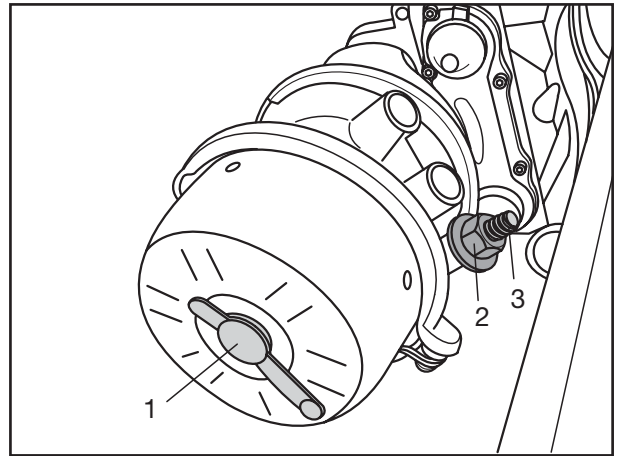

Fig. 4
- [10] Verschluss (Fig. 4/1) der Bohrung öffnen.
- [11] Mutter (Fig. 4/2) von der Spindel (Fig. 4/3) Spindel schrauben und mit der Scheibe abnehmen.
- [10] Remove the bung (Fig. 4/1) from the end cover.
- [11] Unscrew the nut (Fig. 4/2) from the spindle (Fig. 4/3) and remove it together with the washer.